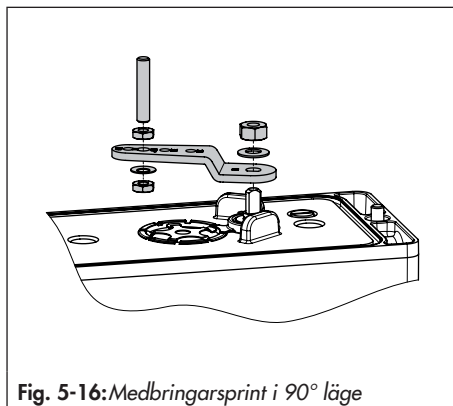

Fig. 5-16: Medbringarsprint i 90° läge
5. Sätt in och fäst medbringarsprinten i 90° läge på lägesställarens spak (se Fig. 5-16). Använd endast den längre medbringarsprinten som ingår i monteringsatsen.
6. Rikta in lägesställaren på adapterfästet (1) så att medbringarsprinten kopplar i ställdonets medbringarhjul (3).
7. Fäst lägesställaren på adapterfästet (4) med fästskruvarna (6).
2. Fäst adapterblocket (1) på ställdonets NAMUR-gränssnitt med de fyra fästskruvarna (2). Se till att tätningarna sitter fast ordentligt.
3. Montera medbringarhjulet (3) på ställdonets axel. Använd den passande adaptern (se Tabell 5-9 på sidan 5-51).
4. Placera adapterfästet (4) på adapterblocket (1) och fäst det med fästskruvarna (5). Se till att tätningarna sitter fast ordentligt.
5. Sätt in och fäst medbringarsprinten i 90° läge på lägesställarens spak (se Fig. 5-16 på sidan 5-20).
8. Montera den reverserande förstärkaren typ 3710 (7) tillsammans med de två styrbussningarna (8) och ändplattan (9) på adapterfästet med respektive fästskruvar (10). Se till att tätningarna sitter fast ordentligt.